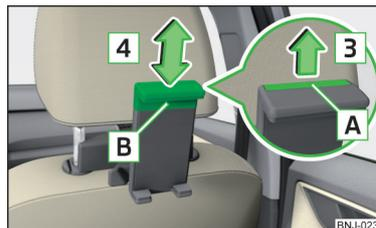

Fig. 88
- Para **adaptar o tamanho do suporte**, retirar a patilha de segurança **A** no sentido da seta **3** e deslocar a parte **B** no sentido da seta **4** para a posição desejada » Fig. 88.